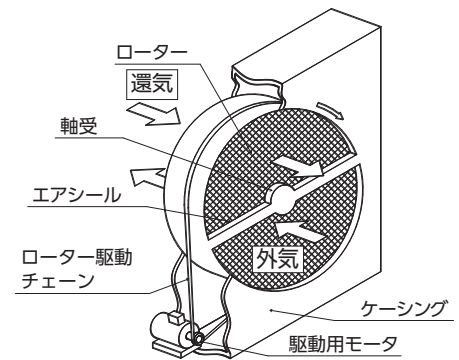

図3-22 回転式全熱交換器
- 吸湿効果のある素材を円盤状に成型したローターを回転させ、室内からの排気(還気)と外気を通過させます。(図3-22参照)